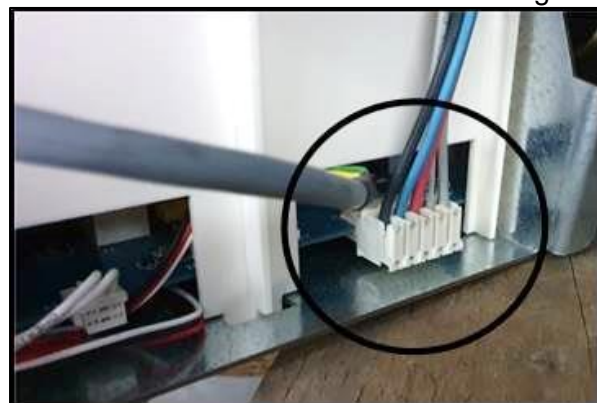

Fig.2.3
5. Desconecte los cables que conectan el variador con el motor (Fig. 2.3).